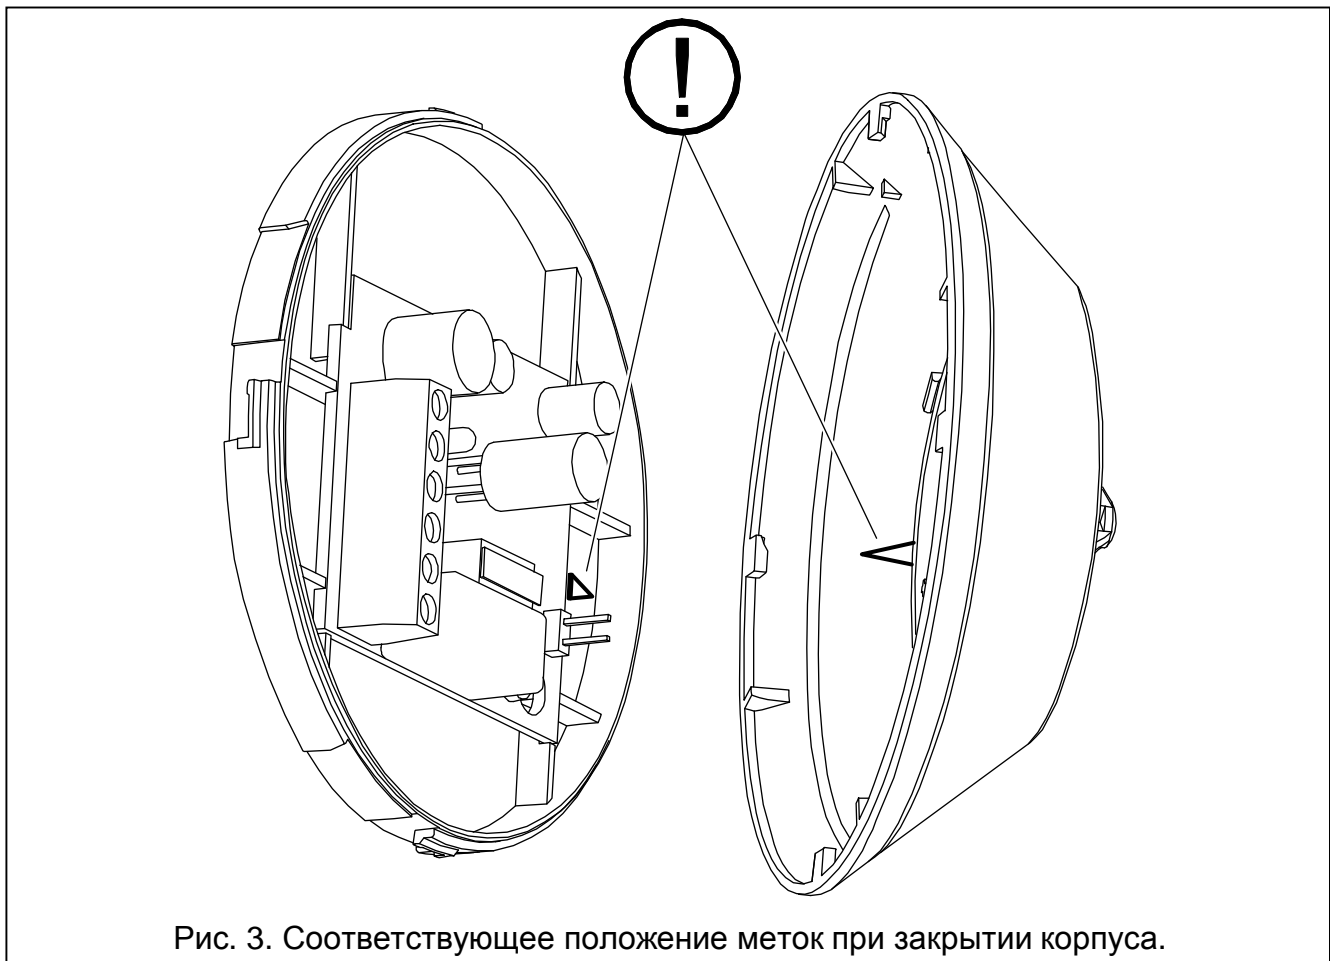

Рис. 3. Соответствующее положение меток при закрытии корпуса.
9. Закрывать корпус извещателя, убедившись, что метки на крышке и задней стенке корпуса совпадают (см.: Рис. 3).